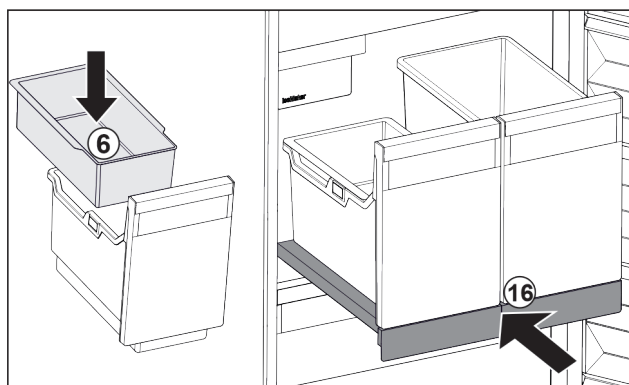

Fig. 106
- ▶ Vsaďte závěsnou misku Fig. 106 (6) pro kostky ledu.
- ▶ Zasuňte vysouvací přihrádku s nádobou (IceTower). Fig. 106 (16)